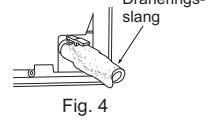

Fig. 4
- 5) För in dräneringsslangen helt i dräneringstråget på inomhusehetens bakre högra sida. (Fig. 4)
- 6) För in dräneringsslangen i vägghållets muff (C), och haka fast den övre delen av inomhuseheten på installationsplattan (1). Flytta sedan inomhuseheten ordentligt åt vänster för att underlätta placering av röret i utrymme baktill på enheten.